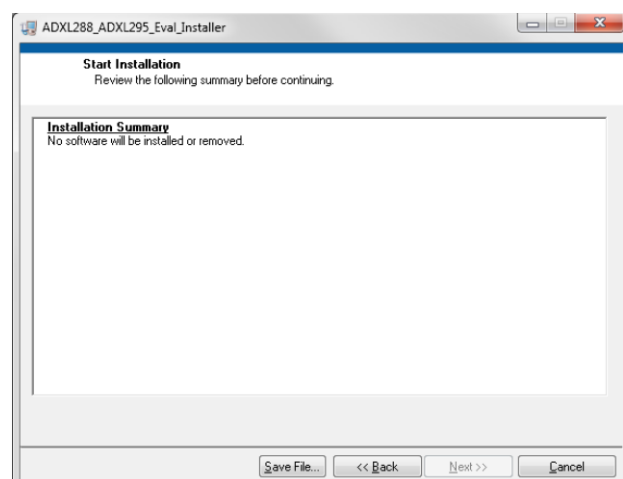

図 14. インストールの開始
3. **National Instruments Software License Agreement** をお読みください。**I accept the License Agreement(s)** を選択し、**Next** をクリックします。インストーラは、PC へのインストールが必要なコンポーネントを表示します (図 14 参照)。